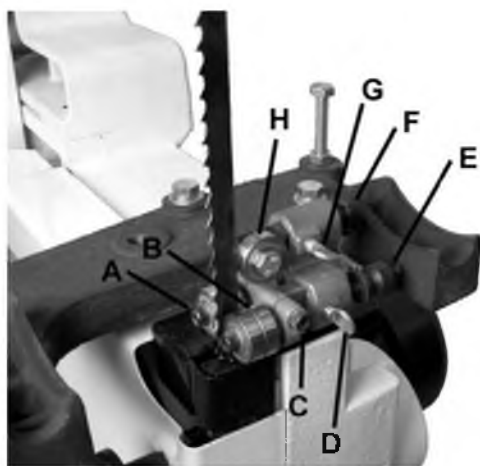

Рисунок 12.
3. Ослабьте барашек (G, Рис. 12) и поверните ручку с накаткой (F, Рис. 12), чтобы сдвинуть упорный подшипник (H, Рис. 12) внутрь или наружу, пока подшипник не будет на расстоянии 0,4 мм за полотном.
4. Затяните барашек (G, Рис. 12).
5. Ослабьте барашек (D, Рис. 12) и поверните ручку с накаткой (E, Рис. 12), чтобы сдвинуть скобу направляющего блока внутрь или наружу, пока передняя кромка направляющих подшипников не будет чуть позади впадин зубьев полотна.
6. Затяните барашек (D, Рис. 12).
7. Ослабьте фиксирующий винт (С, Рис. 12) и поверните направляющие подшипники (В, Рис. 12), повернув эксцентрик (А, Рис. 12) торцевым шестигранным ключом 4 мм в комплекте. Направляющие подшипники должны быть так близко к полотну, как только возможно без сдавливания.
8. Затяните фиксирующий винт (С, Рис. 12).
3. Если настройку нужно произвести влево или вправо, слегка ослабьте четыре винта (А, Рис. 12а) и произведите легкую поднастройку направляющей стойки. Затяните винты, когда процесс завершен.
4. Если требуется произвести настройку вперед-назад, это делается затягиванием или ослаблением винтов (В, С, Рис. 12а). Верхние установочные винты (В, Рис. 12а) отводят направляющую стойку назад (если стоять напротив станка), в то время как нижние установочные винты (С, Рис.12а) отводят направляющую стойку вперед.
Рисунок 12а.